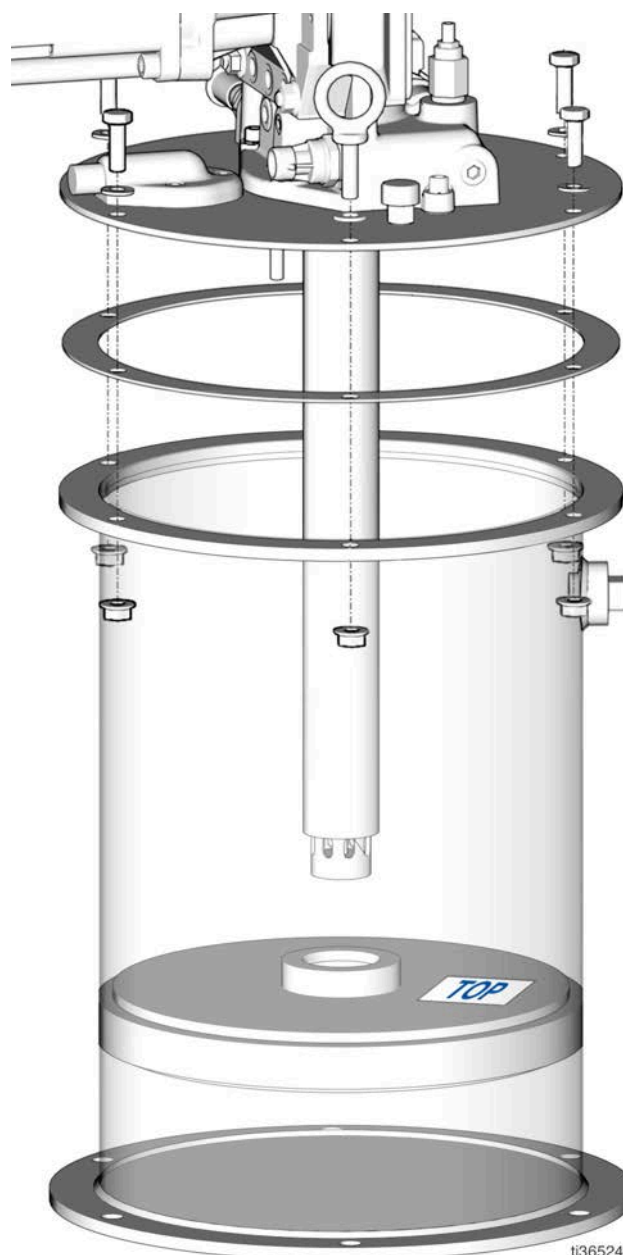

FIG. 13
- Replacez le couvercle, le joint du réservoir et la pompe dans le réservoir (FIG. 13).